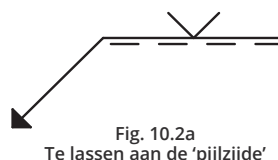

Fig. 10.2a
- Gebruik een doorgetrokken referentielijn om aan te geven dat de verbinding aan de pijlzijde gelast moet worden. (Fig.10.2a)